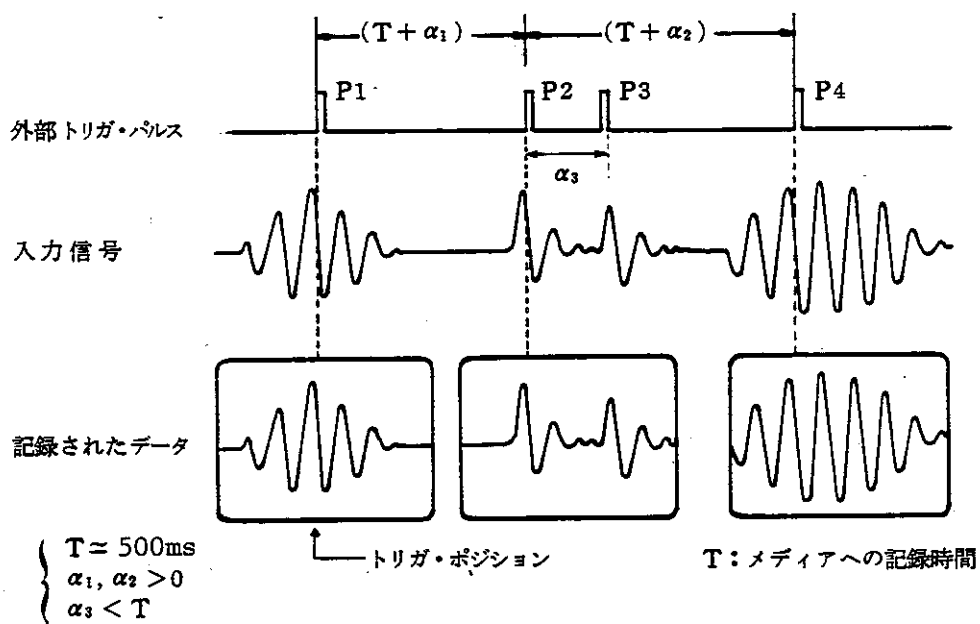

図 8-28 "AUTO ARM"モード("TRIGGER SOURCE EXT")
〔図 8-28〕は、**"AUTO ARM"**モードにおいて、入力信号によるトリガ・モードを **TR9405/A** の背面パネルにある **EXT. TRIGGER** 端子からパルス信号を使用して〔図 8-27〕と同様のアプリケーションを実行した例です。
このときのデータの取込みタイミングは、〔図 8-27〕に示すタイミングと同様であり、トリガ・ポイントが外部のパルス信号で与えられたと同様のタイミングが得られます。したがって、メディアへの記録時間 (T) より繰返しの早い外部パルス信号は受けつけられません。〔図 8-28〕の例では、外部パルス P3 は P2 との間隔が (T) より小さいため無視され、P4 でデータを取込んでいます。
〔図 8-27〕および〔図 8-28〕は、測定入力信号または外部パルス信号によってデータ記録のタイミングを発生しましたが、**"SYSTEM TRIG."**モードは **GP-IB**を装備しているパーソナル・コンピュータ、デスク・トップ・コンピュータやコントローラからの **"WT"**コマンド (Write Trigger Command) によって、そのタイミングを発生します。